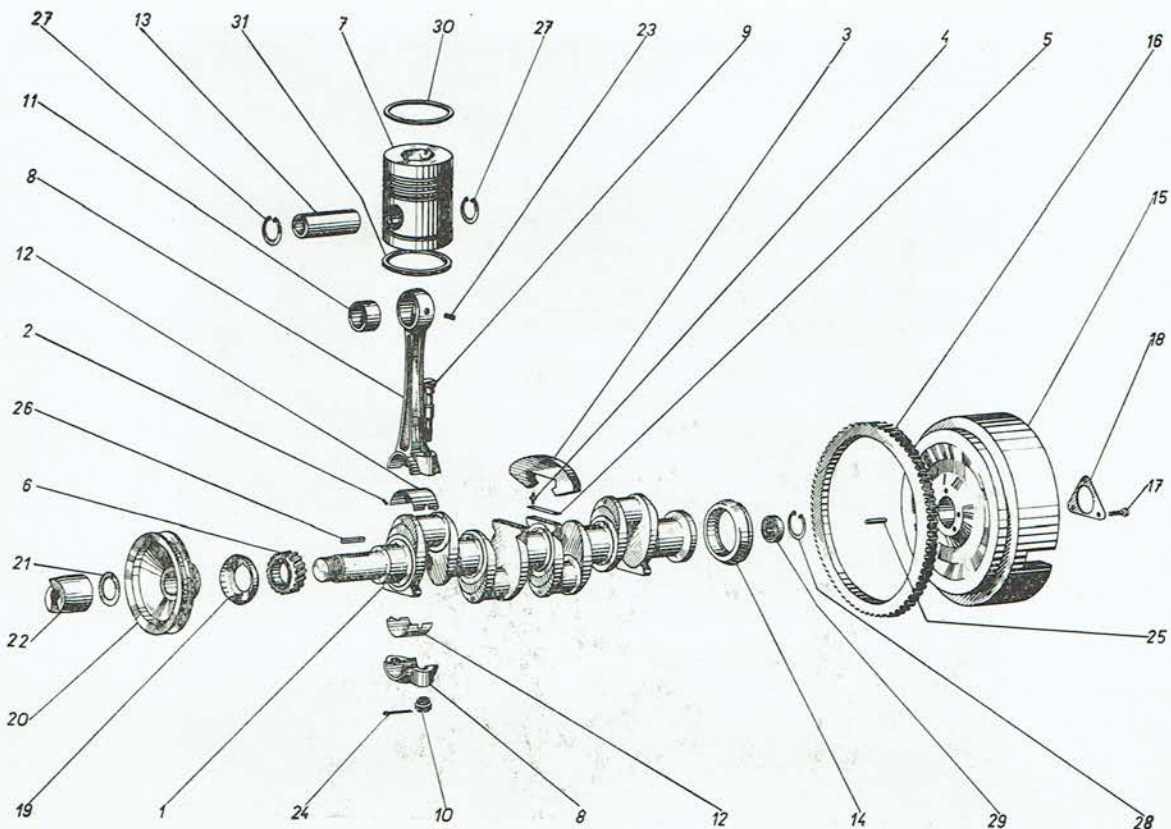

Abb. 70
Die Kurbelwelle (Abb. 70/1) ist in zweiteiligen dünnwandigen Gleitschalen gelagert. Am vorderen Ende der Kurbelwelle ist die Feder (26), das Steuerungsrad (6), der vordere Abspritzring (19) und die Riemenscheibe des Motors (20) angeordnet.
6. Die Kurbelwelle ist so zu drehen, dass sich der Pleuelstangenbolzen im unteren Totpunkt (UT) befindet. Die Kronenmutter M 12 der Pleuelstangenschrauben sind zu entsichern (Abb. 70/9), die